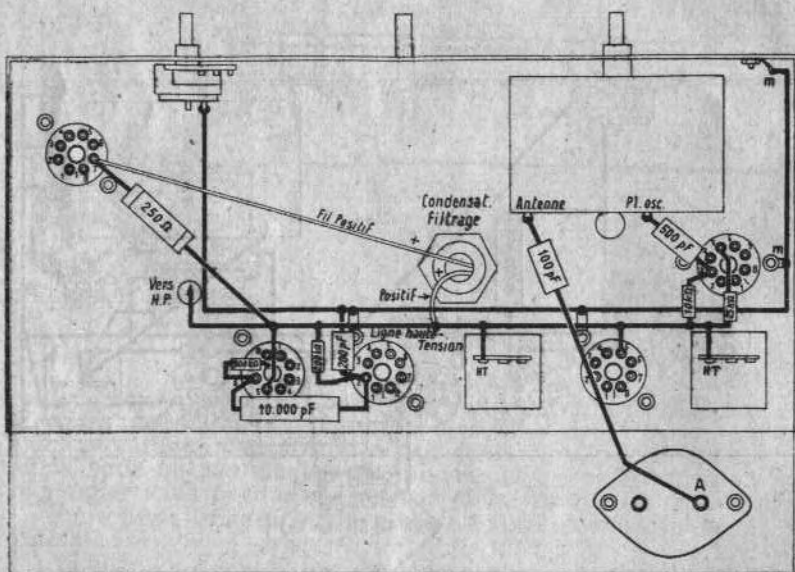

FIG. 31. — Troisième stade de câblage
**Troisième stade de câblage (fig. 31).** — En 2 de l'UBC41, une résistance de 200 K disposée verticalement pour être reliée ensuite à la ligne HT, un condensateur de 200 qui va à la masse, et un condensateur de 10.000 qui va en 6 de l'UL41 ; de là une résistance de 500 K, qui va à la masse.